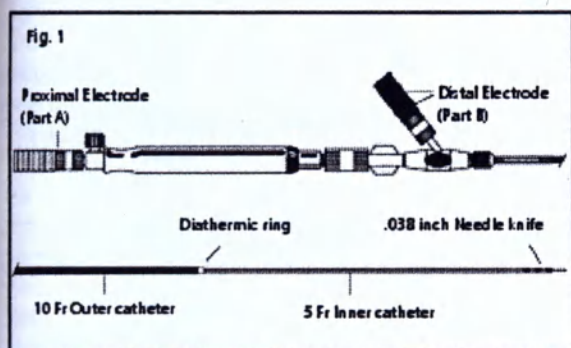

Рисунок 1
2. Once tip is visualized exiting endoscope, position catheter and extend needle knife to desired length. **Note:** Extension may be adjusted by loosening thumbscrew and advancing or retracting adjustable ring on handle (if applicable). (See fig. 1) **Caution:** It is essential to tighten thumbscrew (if applicable) after adjusting needle knife length and before proceeding with papillotomy.
6. Papillotome may then be used to cannulate ductal system. **Note:** Wire guide may be placed in order to facilitate introduction of compatible devices (if applicable). (See fig. 1 or 2)
2. Проверьте свойства изделия. Оно состоит из внешнего катетера 10 Френчей с диатермическим кольцом, внутренним катетером 5 Френчей со съемной режущей иглой .038 дюймов и электродами, расположенными на дистальной и проксимальной части от рукоятки. Проксимальный электрод (Часть А) указывает на режущую иглу, дистальный электрод (Часть В) указывает на диатермическое кольцо (см. Рисунок 1).
1. При использовании порта внутрипроточного обмена (IDE) и короткого провода. (См. Рисунок 1)
II. Если используется проксимальный проводниковый порт (PWP) и предварительно установленный длинный проводник. (См. Рис. 1)